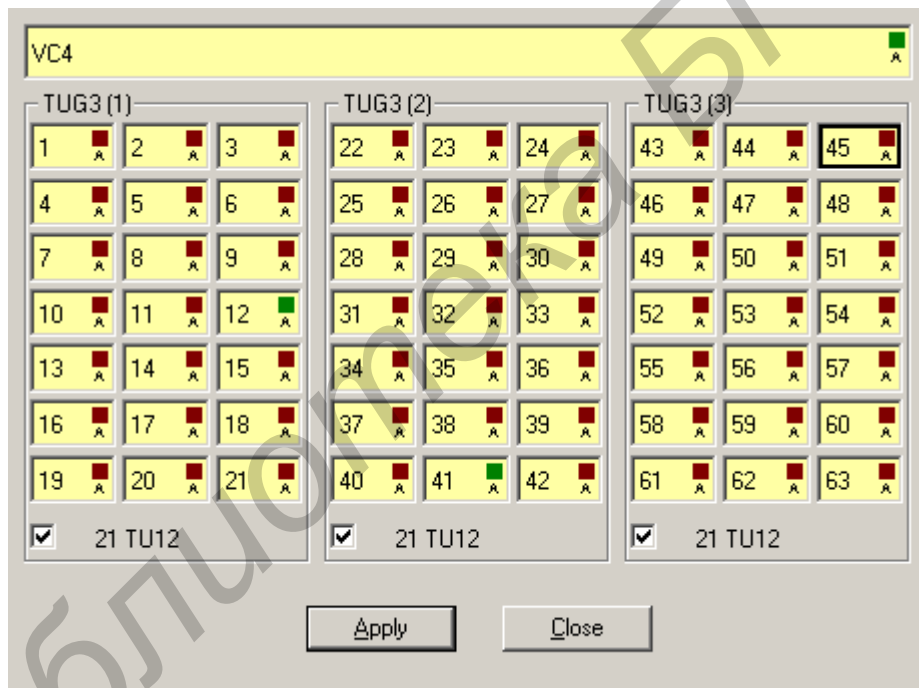

Рисунок 4.12 – Окно НОА#1
1) Subview – внутреннее устройство. Раскрывает внутренне устройства функциональной группы НОА (рисунок 4.12);